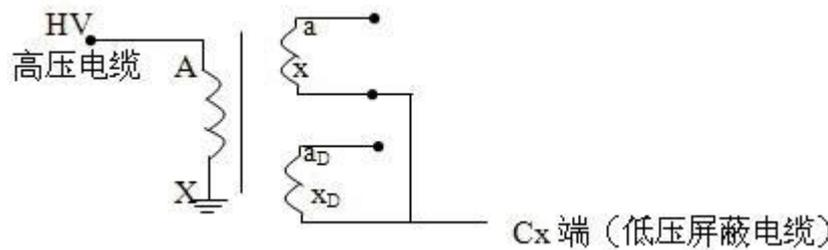

图8 末端屏蔽法接线
2) 末端屏蔽法（正接线方式），见图 8，可施加 10kV 电压，由于电压在 AX 绕组的不等压分布，电容量值比常规法要小很多。